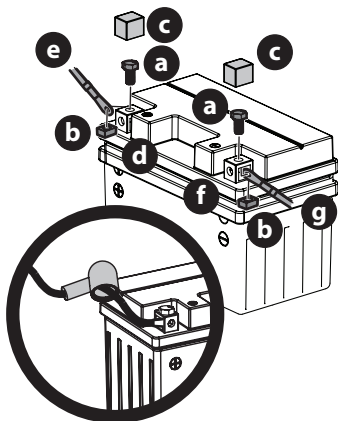

Figure 21
1. Retirez les boulons hexagonaux (a) et les écrous carrés (b) situés à l'extrémité du faisceau de fils électrique ou dans le sac avec ce manuel. Gardez la quincaillerie pour utilisation ultérieure (Figure 21).
2. Enlevez le couvercle en plastique (c), si équipé, de la borne positive (d) de la batterie et attachez le câble rouge (e) à la borne positive (b) de la batterie avec le boulon (a) et l'écrou carré (b) retirés à l'étape 1. Utiliser un tournevis Philips (Figure 21).
3. Placez la gaine en caoutchouc rouge au-dessus de la borne positive de la batterie pour aider à la protéger contre la corrosion. (Figure 21).
4. Enlevez le couvercle en plastique (c), si équipé, de la borne négative (f) de la batterie et attachez le câble noir (g) à la borne négative de la batterie (f) avec le boulon (a) et l'écrou carré (b) (Figure 21).